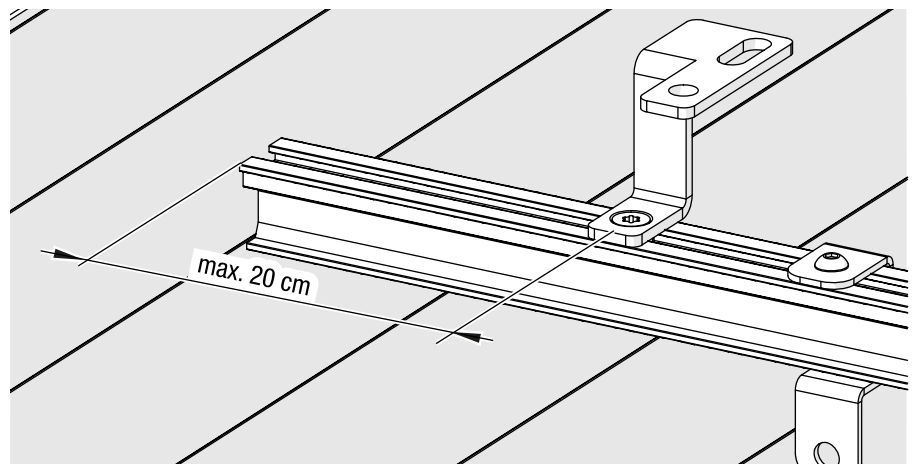

Abb. 41: Abhängeabstand zum Schienenende (exemplarisch obenliegende Seilführung)
- ➔ Befestigen Sie einen Abhängepunkt mit maximal 20 cm Abstand von der Mitte der Abhängung bis zum Schienenende (siehe Abb. 41).